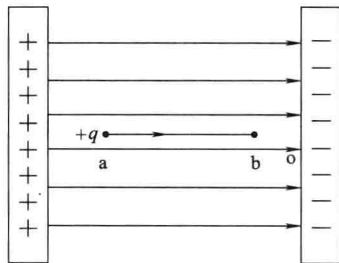

图 1-3 电场力对电荷做功
(1) 电压 带电体的周围存在着电场, 电场对处在电场中的电荷有力的作用。当电场力使电荷移动时, 电场力对电荷做了功。如图 1-3 所示。
(3) 电压与电位的关系 如图 1-3 所示, 以 o 点为参考点时, 则 a 点与 b 点的电位分别为 $\varphi_a=U_{ao}$, $\varphi_b=U_{bo}$, 则 $U_{ab}=U_{ao}-U_{bo}=\varphi_a-\varphi_b$ 。